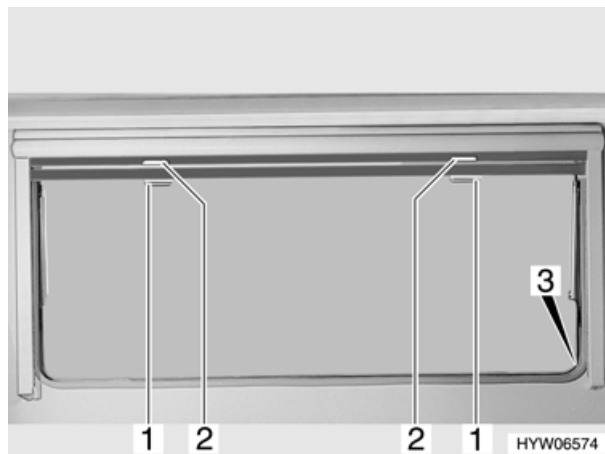

Fig. 22 Finestra apribile
- Tirare verso il basso l'oscurante a rullo accompagnandolo con la maniglia (Fig. 22,2). Quando si chiude completamente l'oscurante a rullo esso va agganciato da entrambi i lati del telaio della finestra nell'apposito elemento di fissaggio (Fig. 22,3).
- Quando l'oscurante a rullo è completamente chiuso: spingere la maniglia (Fig. 22,2) verso il basso ribaltandola leggermente in avanti. Sganciare l'oscurante a rullo dagli elementi di fissaggio a destra e a sinistra del telaio della finestra.
- Tirare la maniglia (Fig. 22,1) della zanzariera a rullo verso il basso e agganciarla all'elemento di fissaggio (Fig. 22,3) su entrambi i lati del telaio della finestra.
- Spingere la maniglia (Fig. 22,1) verso il basso ribaltandola leggermente in avanti. Sganciare la zanzariera a rullo dagli elementi di fissaggio a destra e a sinistra del telaio della finestra.